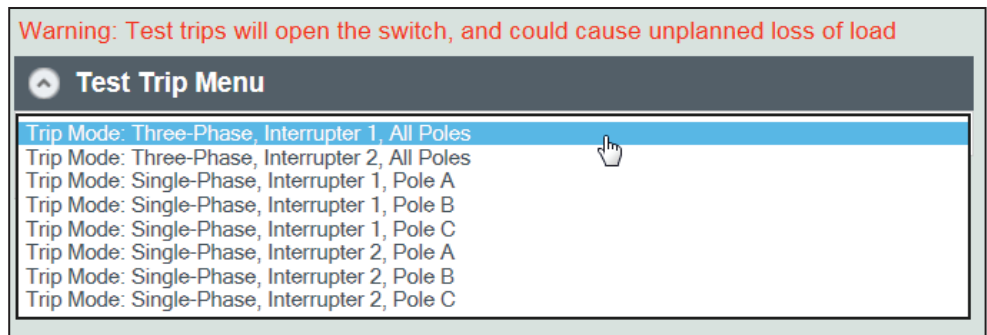

Figura 31. El menú Disparo de Prueba.
PASO 1. Haga clic en la pestaña **Test Trip** y seleccione el menú **Test Trip**. Desde el menú desplegable, seleccione el modo de disparo deseado para su configuración del interruptor. El de Distribución Subterránea Vista SD únicamente está disponible en el modo de disparo **Three-Phase (Trifásico)**. Vea la Figura 31. Un menú de configuración aparecerá preguntando “Test Trip Command to be Issued. OK to continue?” (“Comando de Disparo de Prueba a ser Emitido ¿Acepta para continuar?”)